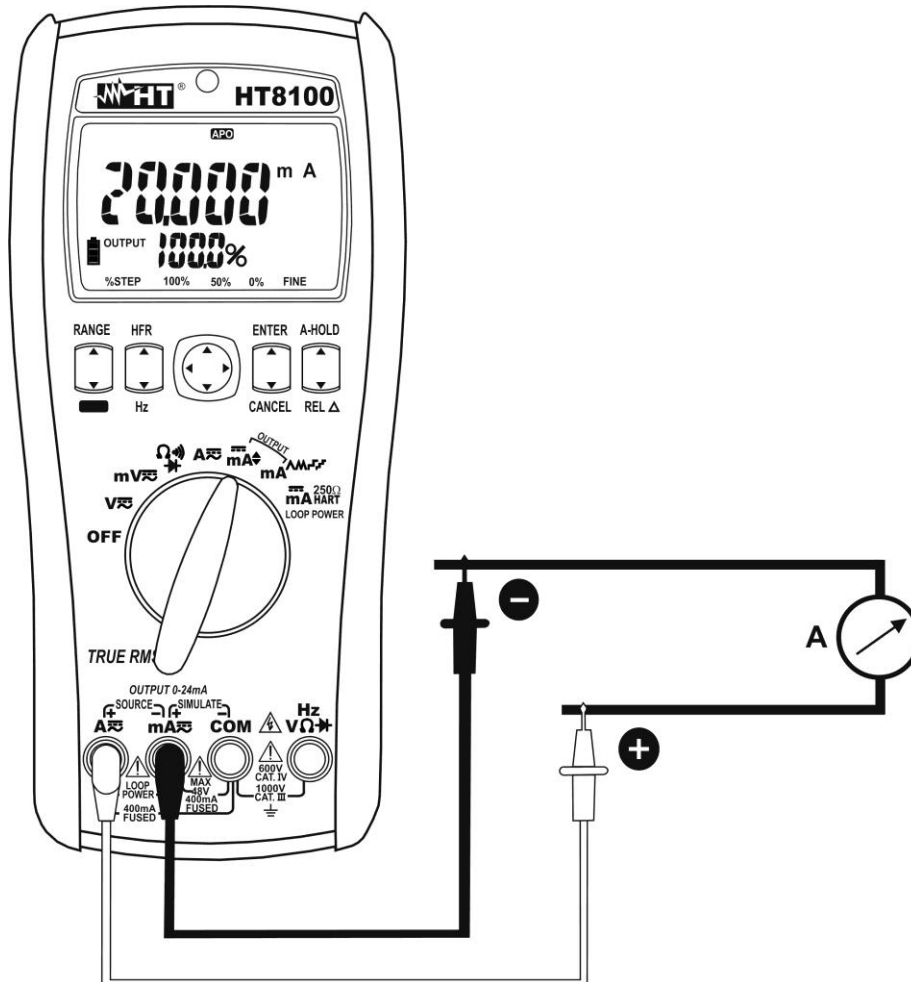

Fig. 8 : Utilisation de l'instrument pour génération de courant DC
5. Positionner l'embout rouge et l'embout noir respectivement dans les points à potentiel positif et négatif du dispositif externe passif qui doit recevoir l'alimentation (voir Fig. 8).